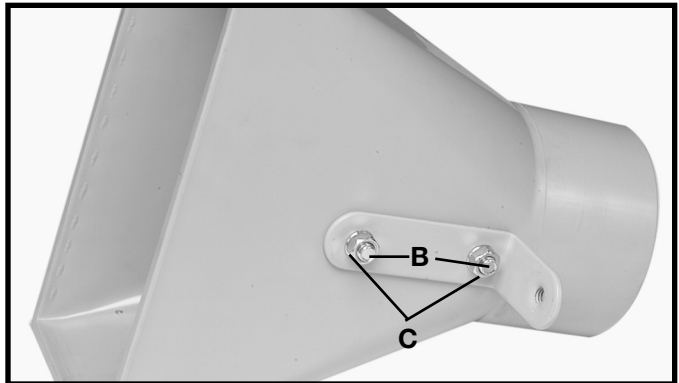

Fig. 12
6. Enrosque una tuerca hexagonal reborde de 5/16" (C) Fig. 12 en el perno (B) y apriétela firmemente.